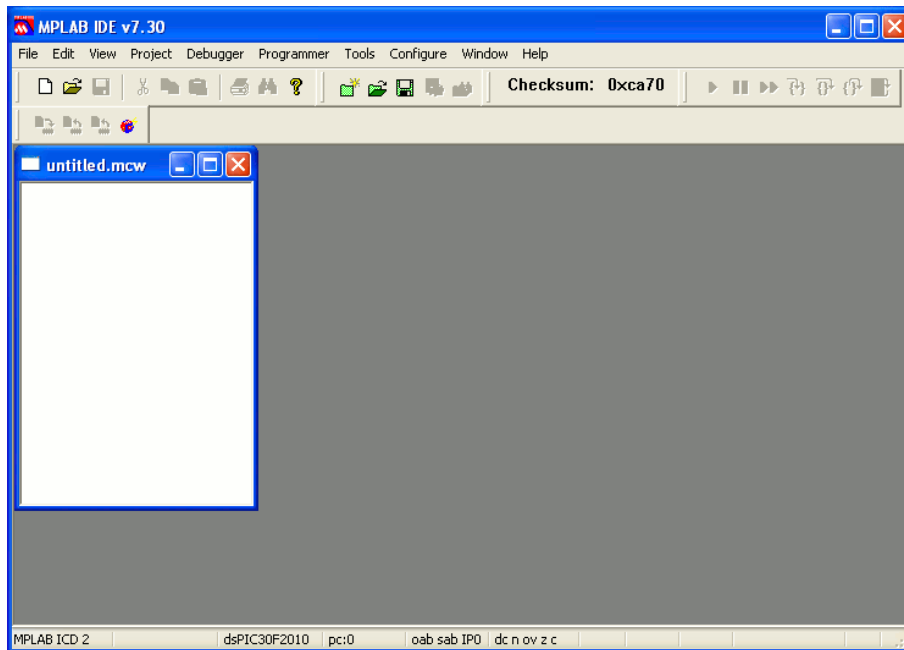

Figura 4.8: L'ambiente di sviluppo Microchip MPLAB IDE.
8. Il prossimo passo da eseguire riguarda la programmazione del file ELF generato durante la compilazione all’interno della scheda target. Per fare questo, occorre importare il file ELF all’interno dell’ambiente di sviluppo Microchip MPLAB IDE. Per fare questo, eseguite MPLAB IDE. Apparirà una finestra come quella mostrata in Figura 4.8.